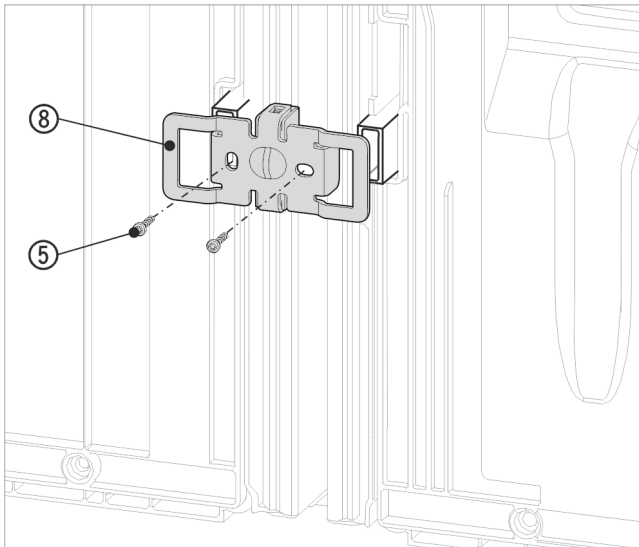

Fig. 17 Représentation à titre d'exemple
- Pousser l'équerre Fig. 17 (8) avec les cavités sur le logement des supports d'espacement muraux.
- Visser fermement avec 2 vis Fig. 17 (5).